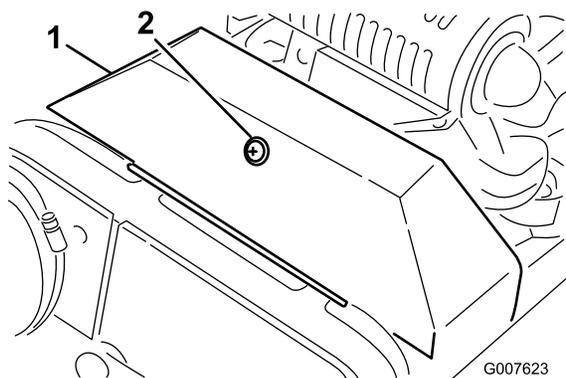

Figura 33
2. Allentate l'ancoraggio di fissaggio del paracinghia della cinghia trapezoidale, e girate il paracinghia per aprirlo (Figura 33).